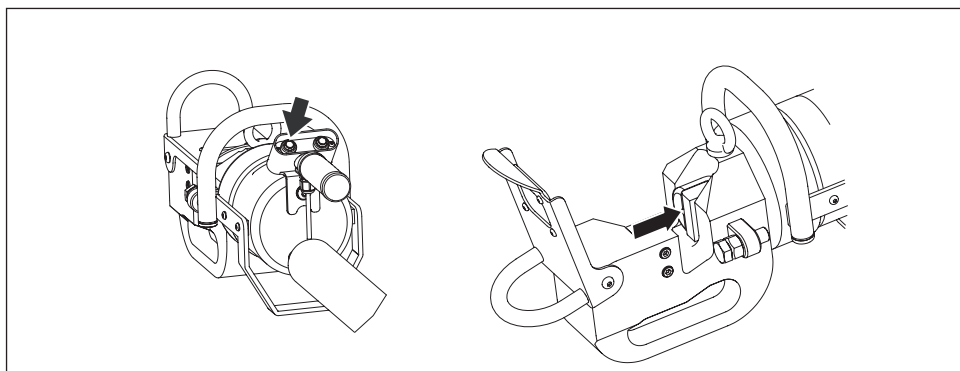

Figure 12, Utilisation - Rétraction
- Maintenez le bouton-poussoir **rétraction** enfoncé pour faire reculer le piston et la lame mobile. Voir la figure 12.